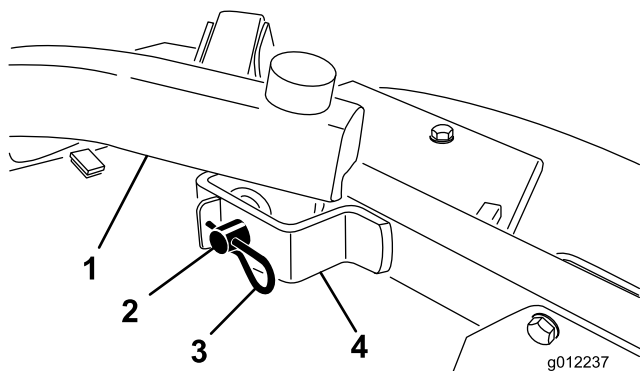

Figura 21
- Retire os contrapinos tipo grampo e pinos de segurança que fixam os braços de elevação aos suportes do braço da roda giratória (Figura 21).